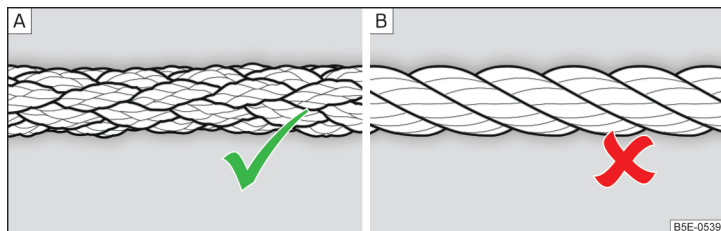

Bild 117 Flätad bogserlina/vriden bogserlina
Använd en flätad bogserlina för montering » bild 117 - [A].
- Använd inte en vrid bogserlina för bogsering » bild 117 - [B], bogseröglan på fordonet kan vridas ur - olycksrisk.